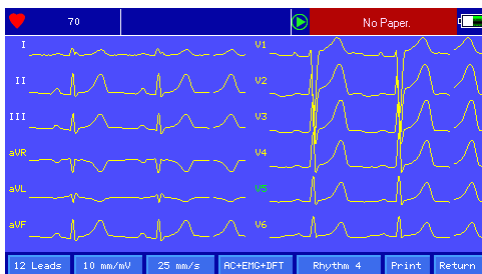

Figure 6-2 Avertissement d'absence de papier
6.1.3 Si le papier d'enregistrement s'épuise pendant l'enregistrement, l'appareil arrête automatiquement d'imprimer et l'écran affiche un message indiquant qu'il n'y a plus de papier, comme montré dans la Figure 6-2.